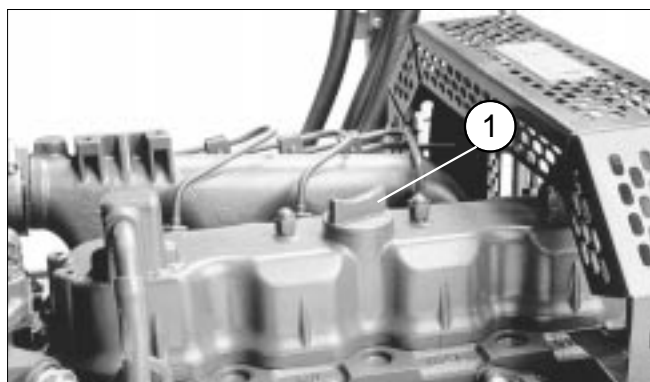

図4
4. FULL マーク以下であれば、給油口のフタ（図4）を取り、適切な品質のオイルを補給する。入れすぎないように注意。